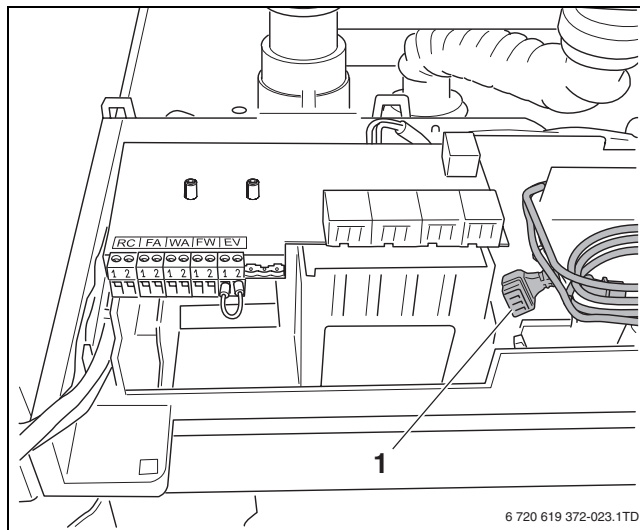
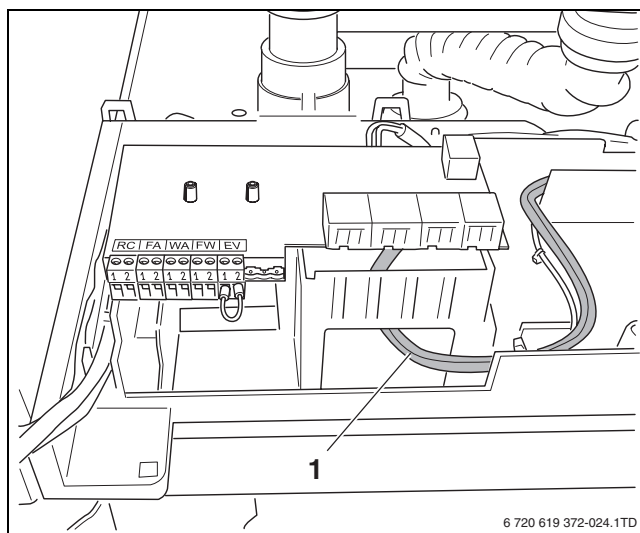

Fig. 32 Posare il cavo per l'allacciamento della pompa
Fig. 33 Posare il cavo per l'allacciamento della pompa
- Inserire il connettore sulla morsettiera in corrispondenza del collegamento PK (→ fig. 32).
- Far passare i 2 cavi di collegamento della pompa della caldaia a gas a condensazione attraverso l'apertura ubicata sotto la cassetta di connessione elettrica (→ fig. 32, [1] e fig. 33, [1]).